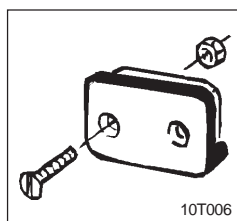

Fig. 6.1
- Fijar el soporte (Fig. 6.1) del calculador en la cabina del tractor.